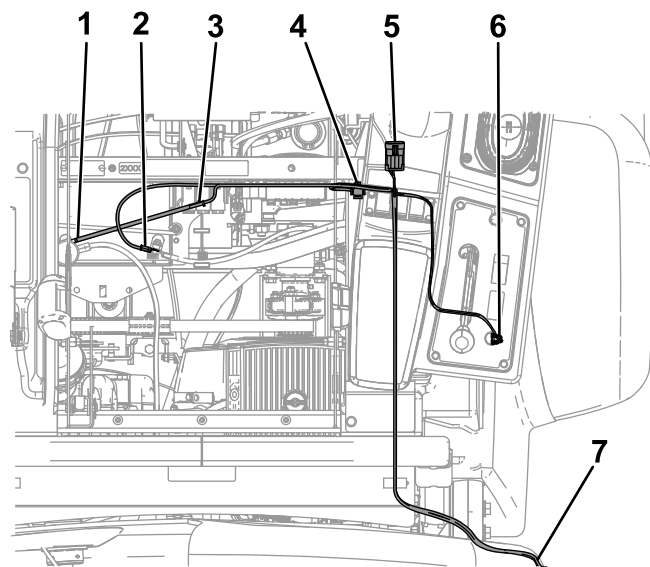

図 7
1. ワイヤハーネスの2つのコネクタに、スイッチの2枚ブレードコネクタを接続する 図 7。
4. その隣のコネクタをリレー 図 7 に接続し、リレーを、既存のリレーの近くのフレームの外側の穴に取り付ける。
5. バッテリーのプラス+端子に取り付けられている赤いワイヤに、ヒューズリンクを接続する 図 7。
7. ワイヤハーネスの遠い方の端部を、ヒューズブロックのアースに接続する 図 7。